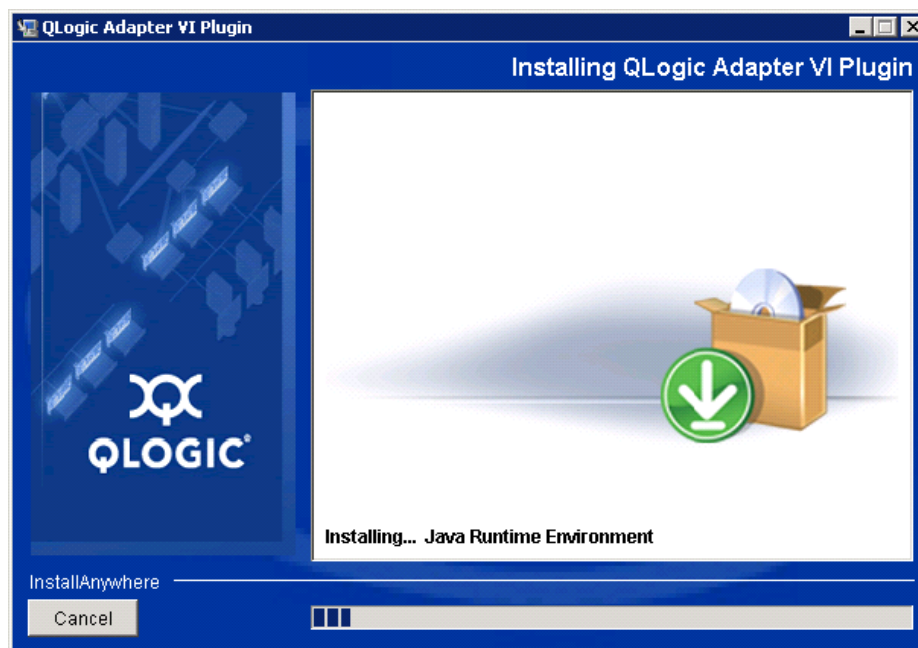

Abbildung 2-13. Installieren des Plug-in
7. Warten Sie, bis der Assistent den Installationsvorgang abgeschlossen hat (siehe Abbildung 2-13).